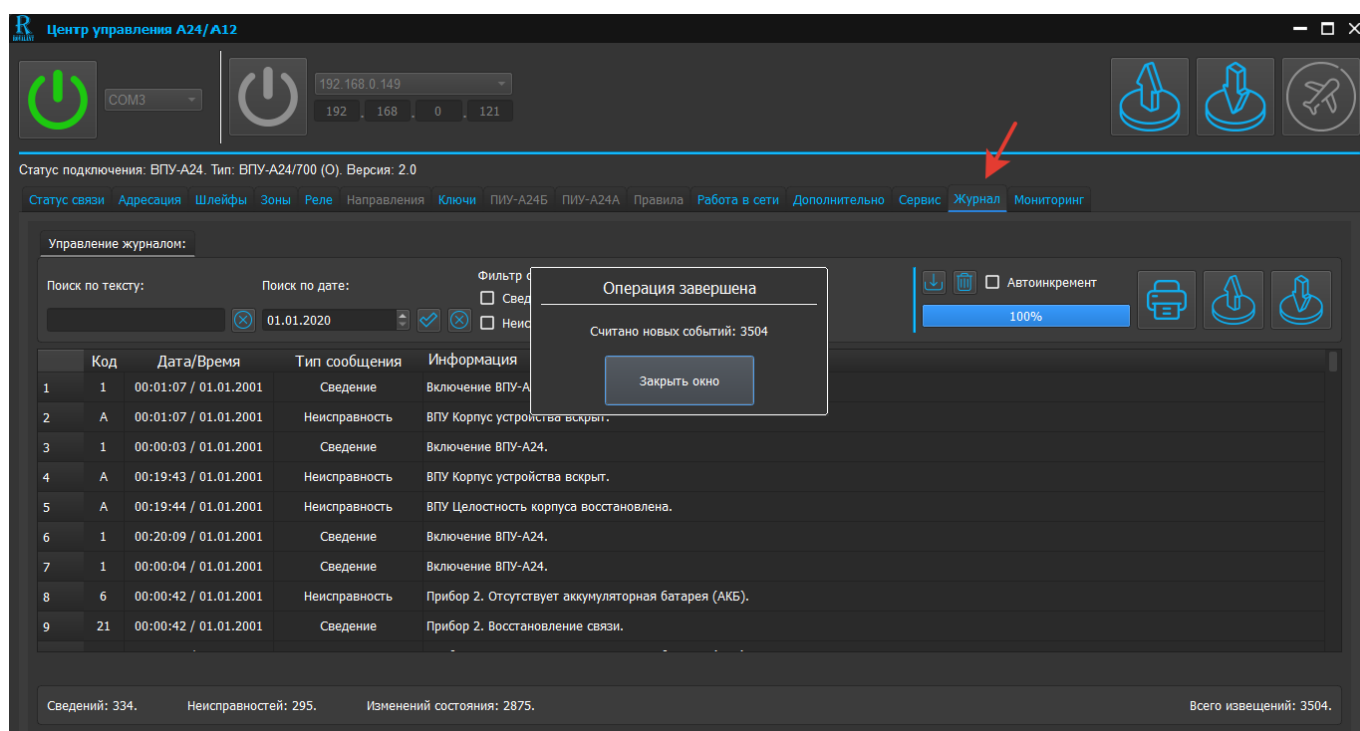

Рис. 98. Скриншот окна программной страницы «Журнал» ВПУ-A24/700(O)
В программной странице «Журнал» реализована сервисная функция просмотра журнала событий (извещений), формируемых приборами, подключенными в единую сеть с ВПУ-A24/700(O) и хранящихся в ее энергонезависимой памяти. Память ВПУ-A24/700(O) обеспечивает хранение до 8192 последних событий. Для входа в программную страницу необходимо нажать на клавишу «Журнал» (см. рисунок 98). Просмотр и управление журналом событий осуществляется аналогично пунктам 5.9.1 - 5.9.4 настоящего РП.